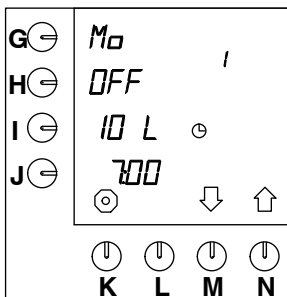

Fig. 12 Förprogrammerad standardinställning
- Sedan visas den **första** förprogrammerade tidsinställningen **för kommande dag** på displayen (fig. 12 ).
- Sedan visas den **första** tidsinställningen för **kommande** dag på displayen (fig. 12 ).